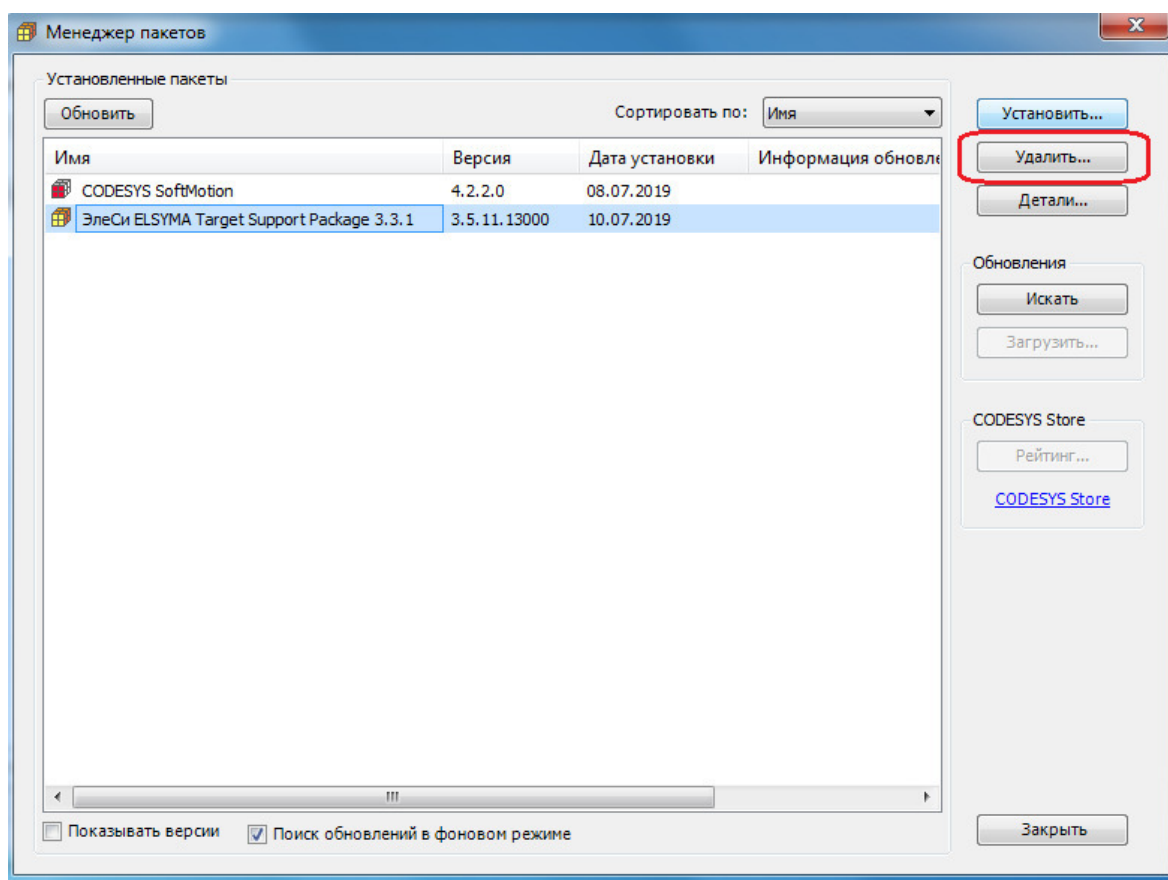

Рисунок 2.4 – Система разработки *CoDeSys*. Окно **Менеджер пакетов**.
- 2) В появившемся окне **Менеджер проектов** выбрать нажатием правой кнопки мыши необходимый для удаления *TSP* и нажать кнопку «Удалить...» (рисунок 2.4).